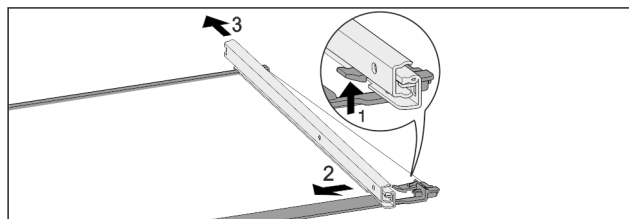

Fig. 58 Стъклена плоча с релси
- ▶ Натиснете нагоре предните фиксиращи палци. Fig. 58 (1)
- ▶ Плъзнете изтеглящата релса настрани Fig. 58 (2) и назад Fig. 58 (3).